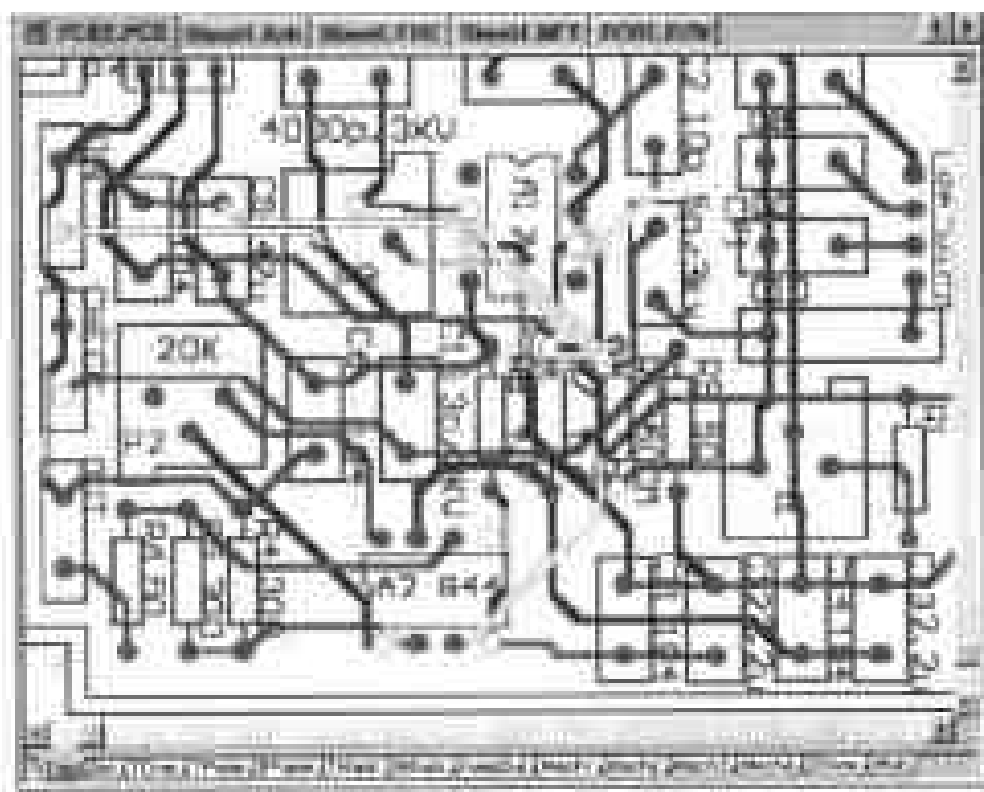

图 8-52 调整走线宽度的效果
(5) 单击 Yes 命令按钮,改变工作层面中其他走线的宽度。按照以上介绍的操作,将电路板顶层的走线宽度也改为 20 mil,得到如图 8-52 所示的效果。